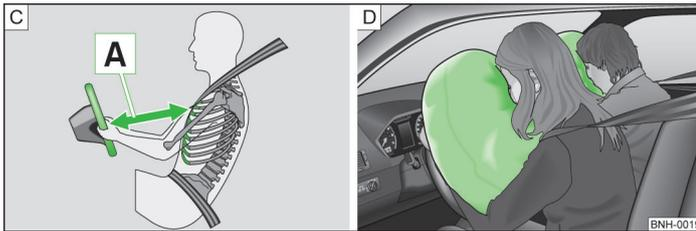

Abb. 165 Sicherer Abstand zum Lenkrad / gasgefüllte Airbags
Werden die Airbags ausgelöst, entfalten sich diese vor dem Fahrer und Beifahrer » Abb. 165 - D. Beim Eintauchen in den voll aufgeblasenen Airbag wird die Vorwärtsbewegung des Fahrers und Beifahrers gedämpft und das Verletzungsrisiko für Kopf und Oberkörper reduziert.
- Für den Fahrer und Beifahrer ist es wichtig, einen Abstand von mindestens 25 cm zum Lenkrad bzw. zur Schalttafel einzuhalten A » Abb. 165. Wenn Sie den Mindestabstand nicht einhalten, kann Sie das Airbag-System nicht schützen - Lebensgefahr! Außerdem müssen die Vordersitze und die Kopfstützen immer der Körpergröße entsprechend richtig eingestellt sein.